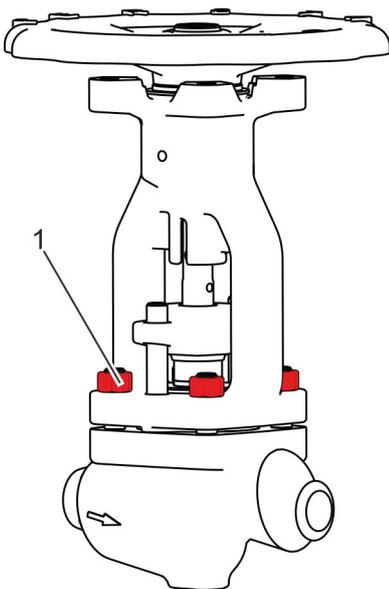

Abb. 42: Muttern am Bügelauflsatz entfernen
13. ➤ Muttern (Abb. 42/1) am Bügelauflsatz lösen und entfernen.